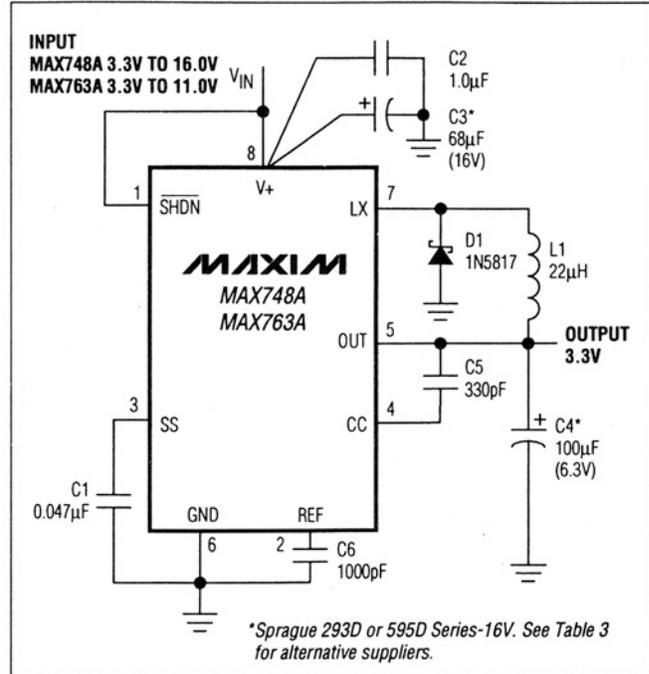

図5. 標準的な3.3Vステップダウン回路
**Note 3:** Wide temperature range circuit of Figure 5 using Sprague surface-mount capacitors.